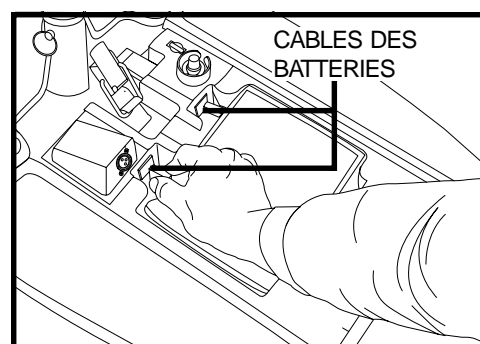

Figure 13. Enlèvement des câbles
2. Débranchez les câbles à batteries. Voir la figure 13.